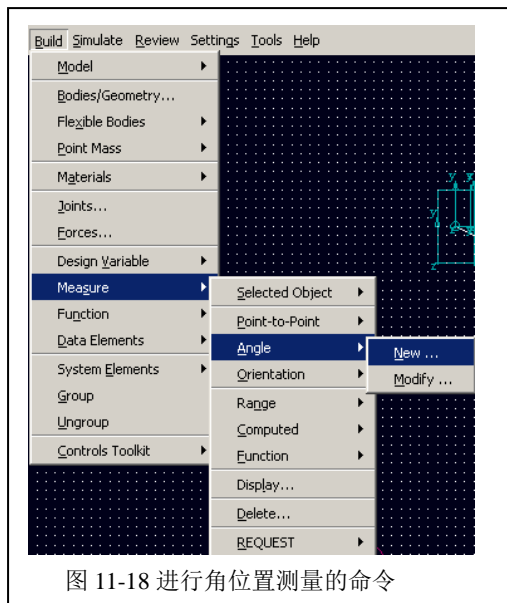
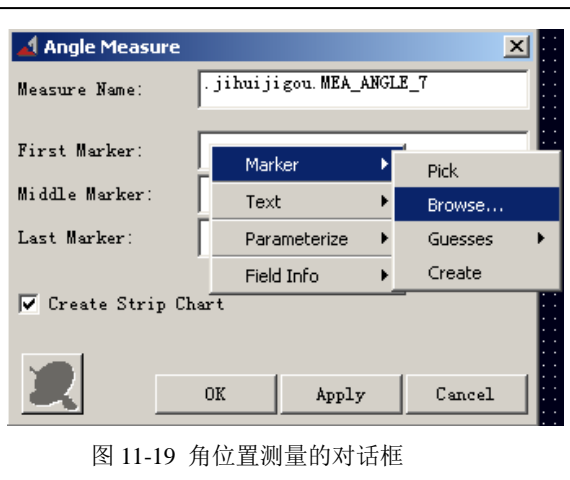

图 11-18 进行角位置测量的命令
图 11-19 角位置测量的对话框
11.7 在 **ADAMS/View** 菜单栏中，选择 **Build**→**Measure**→**Angle**→**New**，如图 11-18 所示，进行连杆 DF 旋转运动的测量。系统弹出点与点之间测量的对话框，将光标放在第一个点（**First Marker**）栏中，按鼠标右键，选择 **Marker**→**Browse**，如图 11-19 所示。